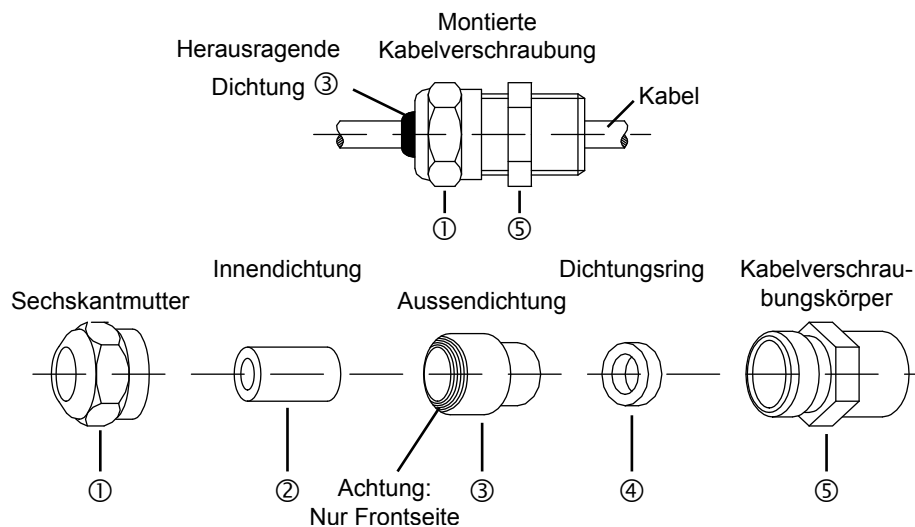

Bild 2–3 Kabelverschraubung
3. Kabel wie auf *Bild 2–3* gezeigt durch die Kabelverschraubung stossen :
- a. ① im Gegenuhrzeigersinn losschrauben, wobei ⑤ nicht vom Gehäuse getrennt werden darf.
- b. ② und ③ aus ① herausnehmen. Beide Dichtungen ermöglichen ein Anpassen der Kabelverschraubung an die verschiedenen Kabeldurchmesser. ② kann leicht aus ③ herausgedrückt werden.
- c. Kabel durch ①, ② (wenn benötigt), ③, ④ und ⑤ hindurchstossen.
- d. Kabelverschraubung wieder zusammenmontieren und fest anziehen. Damit die erwünschte Dichtheit erreicht wird, muss ③ mit Silikon eingefettet und ① so angezogen werden, dass ③ herausragt (siehe *Bild 2–3*).